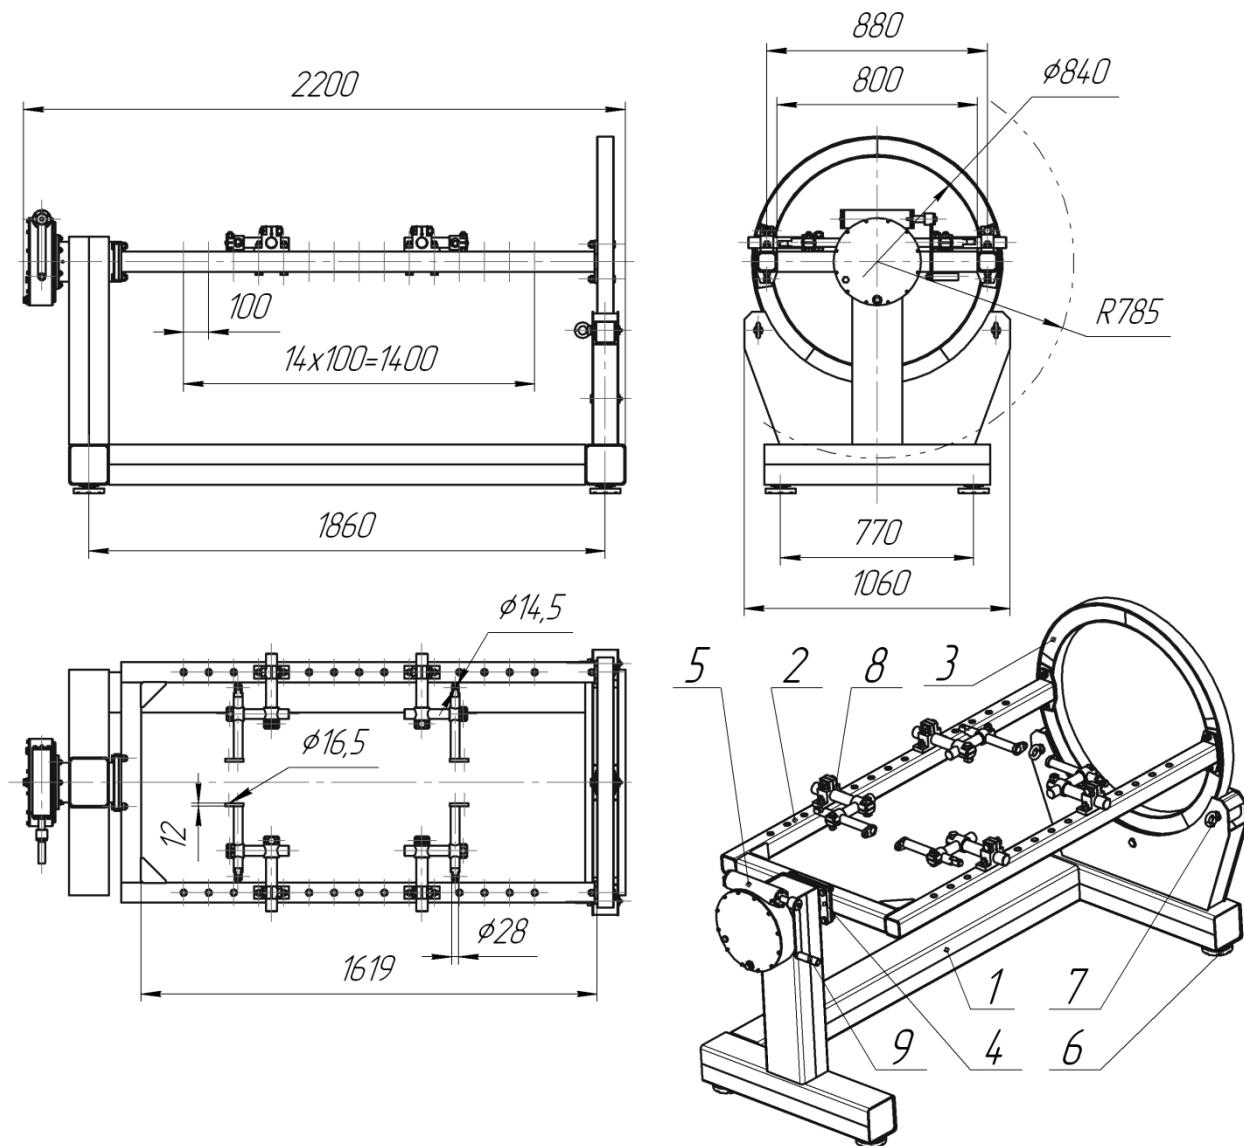

Рис. 1 Стенд Р776Е
4.1. Двигатель, установленный через адаптеры 8 (рис. 1) на траверсу 2, поворачивается вращением тихоходного вала червячного редуктора 5 в положение наиболее удобное для работы. Редуктор соединен с траверсой шпинделем 4. С противоположной стороны траверса жестко закреплена с опорным кольцом 3. Кольцо опирается на три ролика, закрепленных в раме 1. Вращение быстроходного вала червячного редуктора осуществляется через рукоятку 9.